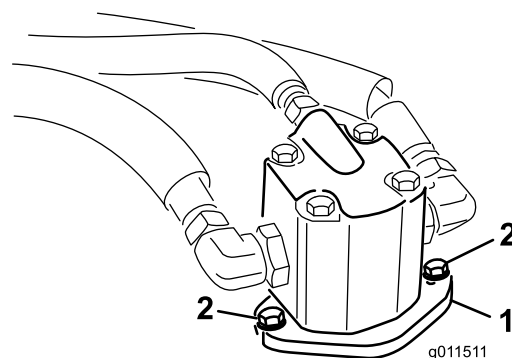

Bild 98
4. Entfernen Sie die Schrauben, mit denen der Hydraulikmotor am Mähwerk befestigt ist (Bild 98). Heben Sie den Motor vom Mähwerk ab und legen ihn auf die Oberseite des Mähwerks.